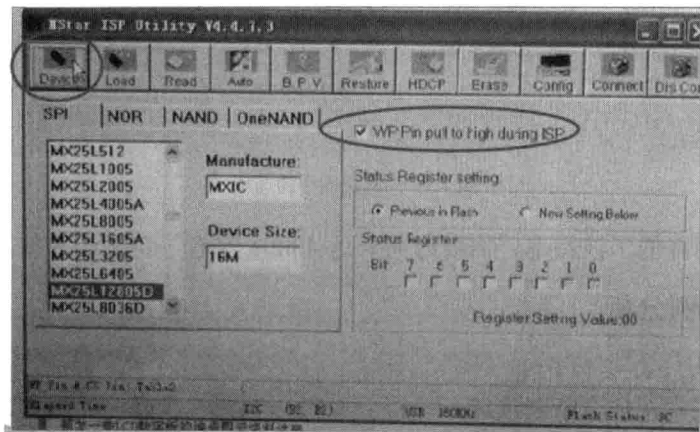

图 1.5 勾选写保护栏位置图
② 双击驱动设置项，勾选写保护栏，见图 1.5。在图中用圆圈圈住的则为该选项。